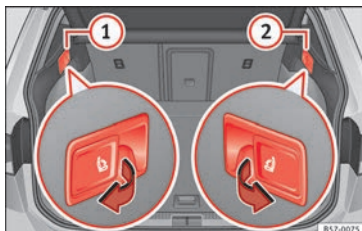

Fig. 153 Nel bagagliaio: leve per lo sblocco a distanza del lato sinistro (1) e destro (2) dello schienale posteriore
- Tirare la leva di sblocco a distanza dal lato sinistro » **fig. 153** (1) o destro (2) dello schienale nel senso della freccia. Il lato sbloccato dello schienale posteriore si ribalta automaticamente in avanti.